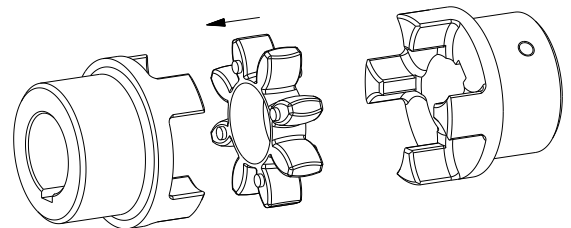

Fig. 11 : Montage de l'anneau
- Placer l'anneau entre les doigts des moyeux côté moteur ou récepteur (voir fig. 11).